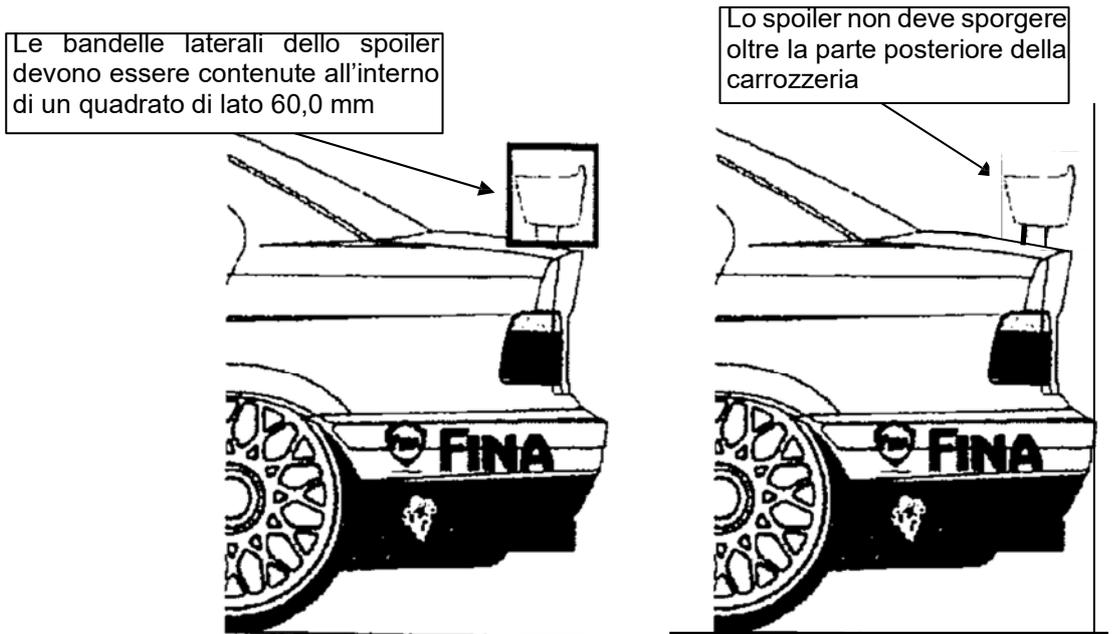

Figura 23: L'area della carrozzeria tratteggiata delimitata è la sola a poter essere modificata
7.1.17 Non è possibile modificare la carrozzeria tagliandola sopra la linea tratteggiata, vedi Figura 23, od allargarla, tutta o in parte, mediante riscaldamento.